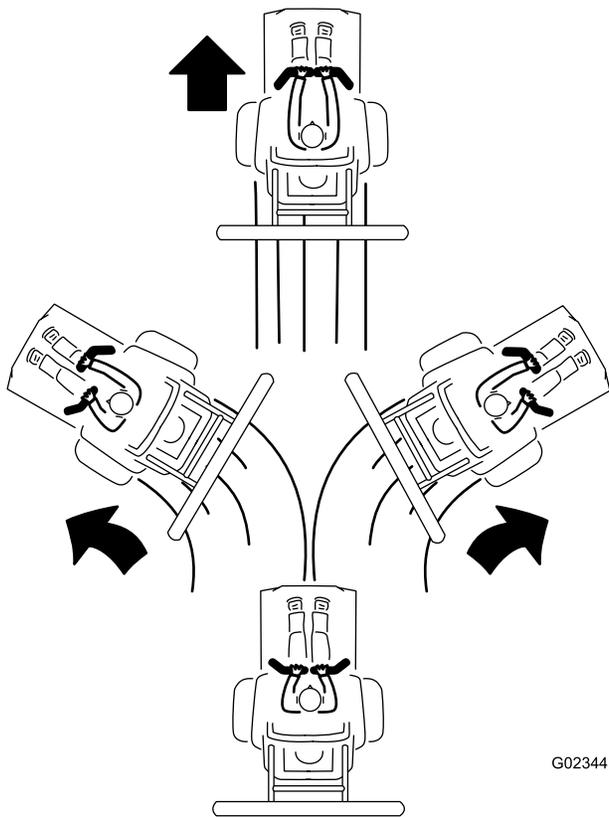

图25
3. 要向前行驶，可慢慢向前推动控制手柄（图25）。要停止机器，可将控制手柄移至空档位置。